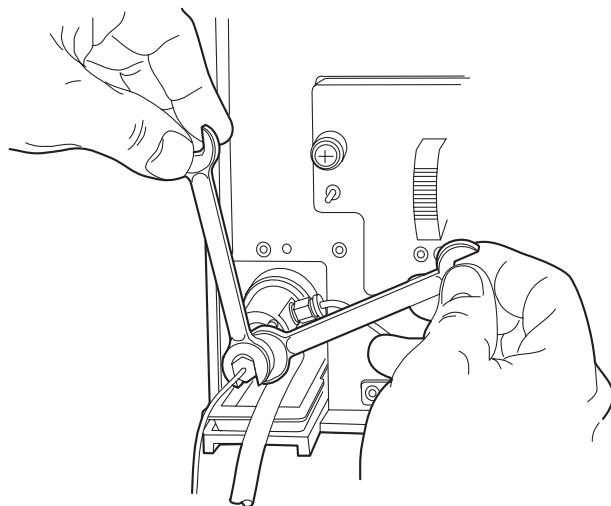

图 4-4 取下溶剂入口管路
- a. 用一个 5/16 英寸扳手固定喷雾器前面的接头（图 4-4）。